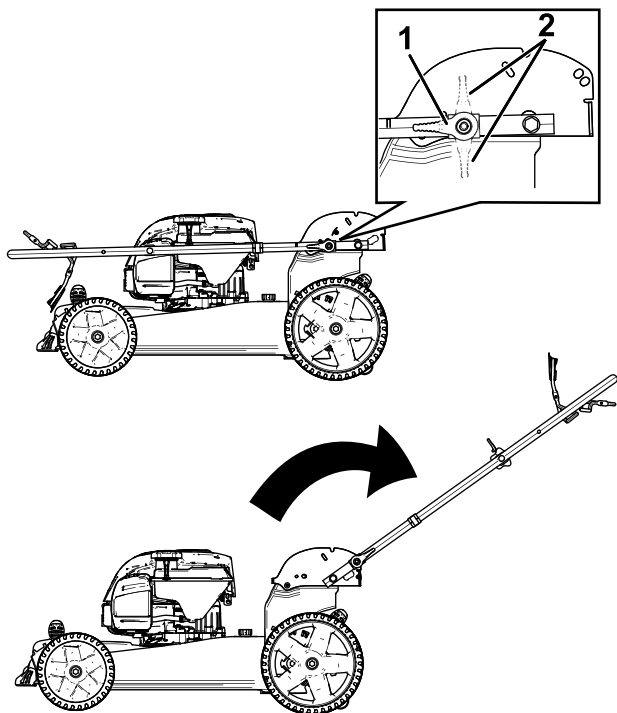

Figure 3
1. Déverrouillez le guidon (Figure 3).
2. Ramenez le guidon en arrière à la position d'utilisation (Figure 3).